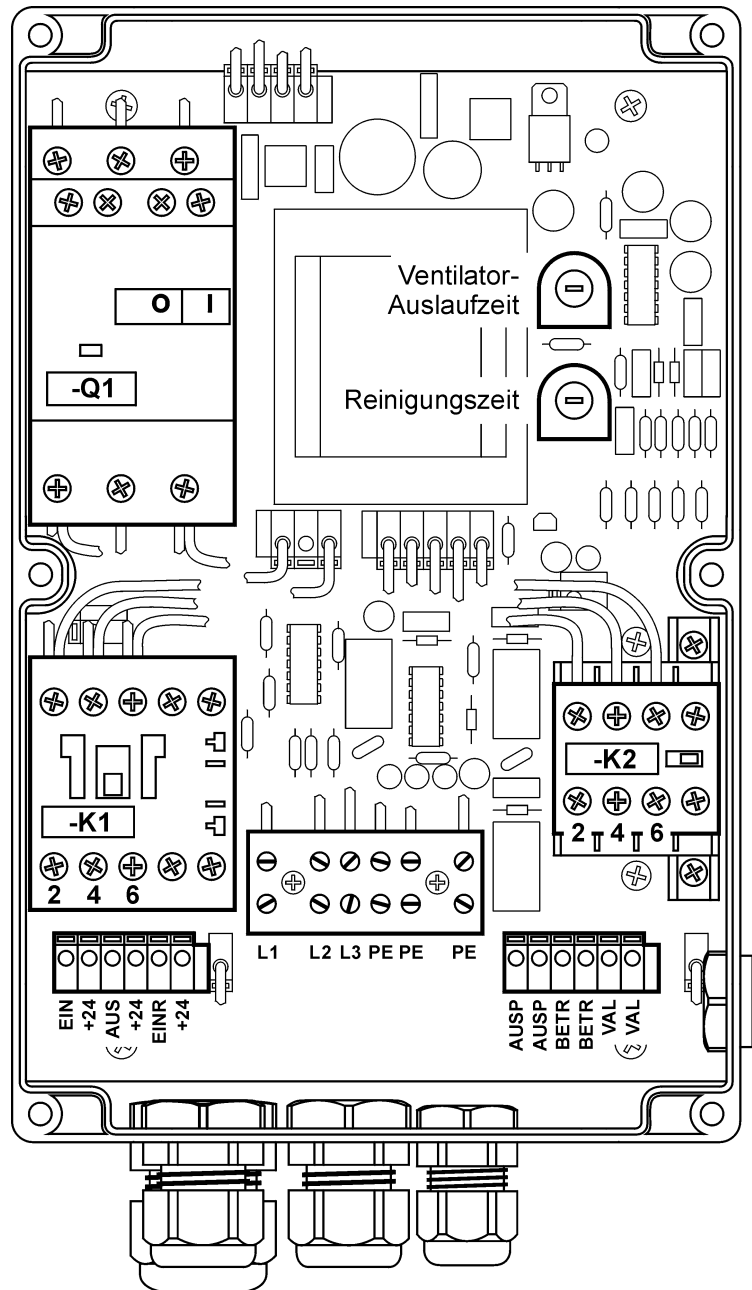

Bild 1: *RM-CV* mit geöffnetem Gehäuse-Deckel
Die *RM-CV* dient zur Steuerung von filternden Abscheidern mit Rüttelabreinigung. Durch Betätigung der Ein-Taste (I) des auf dem Gehäuse-Deckel montierten Doppeldrucktasters (I / 0) wird der Filtrationsbetrieb eingeschaltet. Der Ventilator läuft. Wird die Aus-Taste (0) des Doppeldrucktasters gedrückt, schaltet der Ventilormotor ab und die Ventilator-Auslaufzeit startet (Die Ventilator-Auslaufzeit ist am Potentiometer „Ventilator-Auslaufzeit“ auf der Platine der *RM-CV* von ca. 10 s ... 140 s einstellbar. Siehe Bild 1).
Ist die Auslaufzeit abgelaufen, wird der Rüttler für die Dauer der Reinigungszeit eingeschaltet (Die Reinigungszeit ist am Potentiometer „Reinigungszeit“ auf der Platine der *RM-CV* von ca. 10 s ... 140 s einstellbar. Siehe Bild 1). Nach Beendigung der Filterreinigung ist der Steuerungsablauf abgeschlossen. Die Filteranlage bleibt ausgeschaltet, bis durch Betätigen der Ein-Taste der Filtrationsbetrieb wieder eingeschaltet wird. Der potentialfreie Relaiskontakt des Ausgangs BETR (Betrieb) ist geschlossen während des Ventilator-Betriebs, der Ventilator-Auslaufzeit und der Reinigungszeit (Rüttler in Betrieb). Er ist vorgesehen, um eine Meldeleuchte zur Signalisierung des Anlagen-Betriebs anzuschließen.
Eine Überlastung des Ventilatormotor führt zur Auslösung des Leistungsschalters -Q1 auf der Platine der *RM-CV* (siehe Bild 1) und zum Abschalten der Steuerung. Gleichzeitig wird der potentialfreie Relaiskontakt des Ausgangs VAL (Ventilator-Alarm) geschlossen. Hier kann eine Meldeleuchte oder ein Signalgeber angeschlossen werden. Nachdem die Störung am Ventilatormotor behoben wurde, ist zuerst der Leistungsschalter -Q1 durch Drücken des schwarzen Wippschalters 0 / I wieder einzuschalten. Anschließend kann der Filtrationsbetrieb durch Betätigen der Ein-Taste (I) des Doppeldrucktasters gestartet werden.
einstellbar am Potentiometer „Ventilator-Auslaufzeit“ (siehe Bild 1)
einstellbar am Potentiometer „Reinigungszeit“ (siehe Bild 1)
Die Ventilator-Auslaufzeit und die Reinigungszeit (Laufzeit des Rüttlers) können an zwei Potentiometern auf der Geräte-Platine im Bereich von ca. 10 s ... 140 s eingestellt werden (siehe Bild 1). Dazu sind die 6 Gehäuseschrauben zu lösen und der Gehäuse-Deckel ist abzuheben.